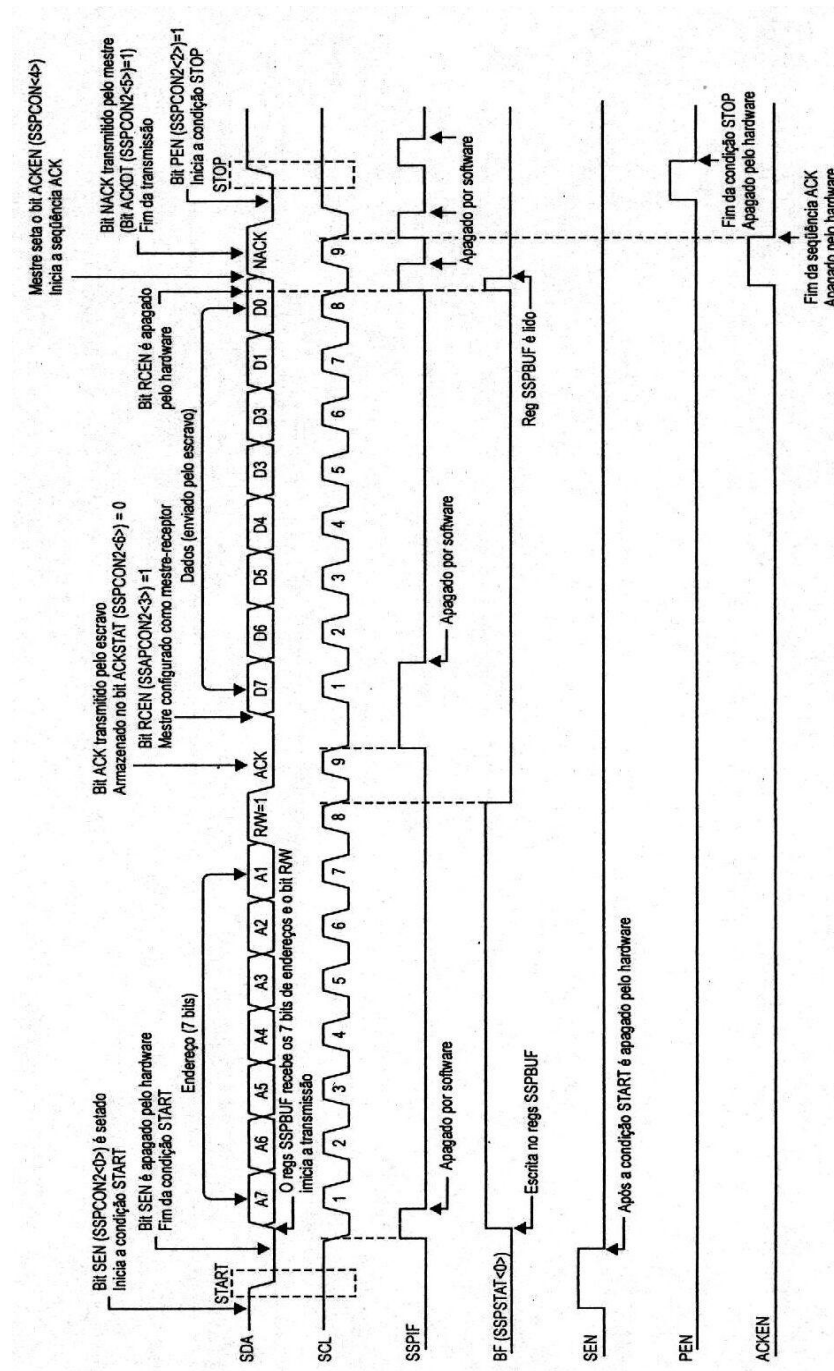

Figura 8.26: Temporização I²C modo Mestre na recepção e endereço de 7 bits.
SSPBUF, o bit BF (SSPSTAT<0>) é setado, o bit SSPIF (PIR1<3>) é setado e a linha SCL é mantida em nível baixo até que a interface receba um novo comando. Ver **Figura 8.26**.
- D)** O byte a ser transmitido (endereço do escravo) deve ser armazenado no registro SSPBUF<7:1> e após transferido para o registro de deslocamento SSPSR para então ser enviado ao barramento através da linha SDA. O bit 0 é R/W = 1 indicando leitura. Ver **Figura 8.26**.
- F)** No mesmo instante em que o registro SSPBUF recebe o dado a ser transmitido, o bit BF (SSPSTAT<0>) é setado e se mantém assim até a transmissão do oitavo bit (7 bits de endereço + bit R/W) ou oitavo pulso de clock, quando é automaticamente apagado pelo hardware (BF = 0). Ver **Figura 8.26.**
A sub-rotina abaixo pode ser usada para a recepção de um byte, cuja temporização é vista na **Figura 8.26**. Com algumas modificações ela pode ser utilizada para a recepção de mais bytes de dados. O byte recebido é armazenado no registro